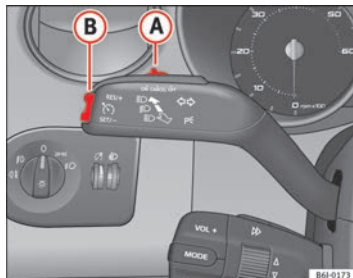

Abb. 105 Blinker- und Fernlichthebel: Schalter und Wippe für die Geschwindigkeitsregelanlage ▶
- Schieben Sie den Schalter \Rightarrow Seite 155, Abb. 105 **A** nach links auf **ON**.